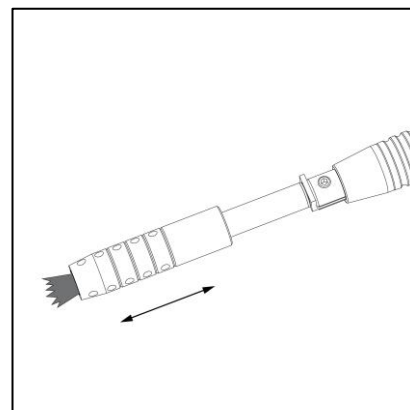

図 6
4. 樹脂スリーブを動かして、位置を調整ください。(図 6)